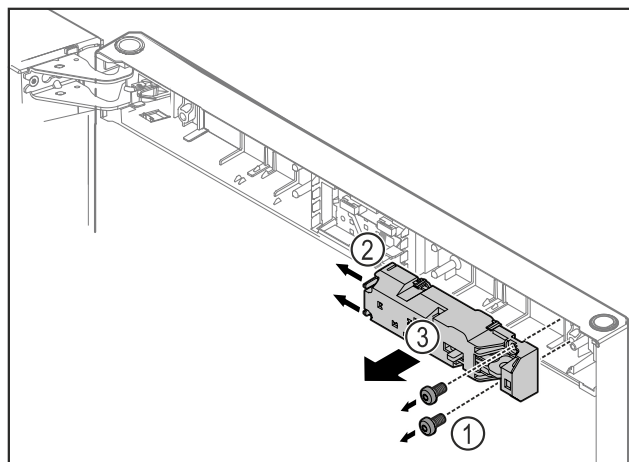

Fig. 12
- ▶ Rimuovere le viti Fig. 12 (1).
- ▶ Spingere sul lato i nasi di arresto Fig. 12 (2) e rimuovere la chiusura a distanza Fig. 12 (3).